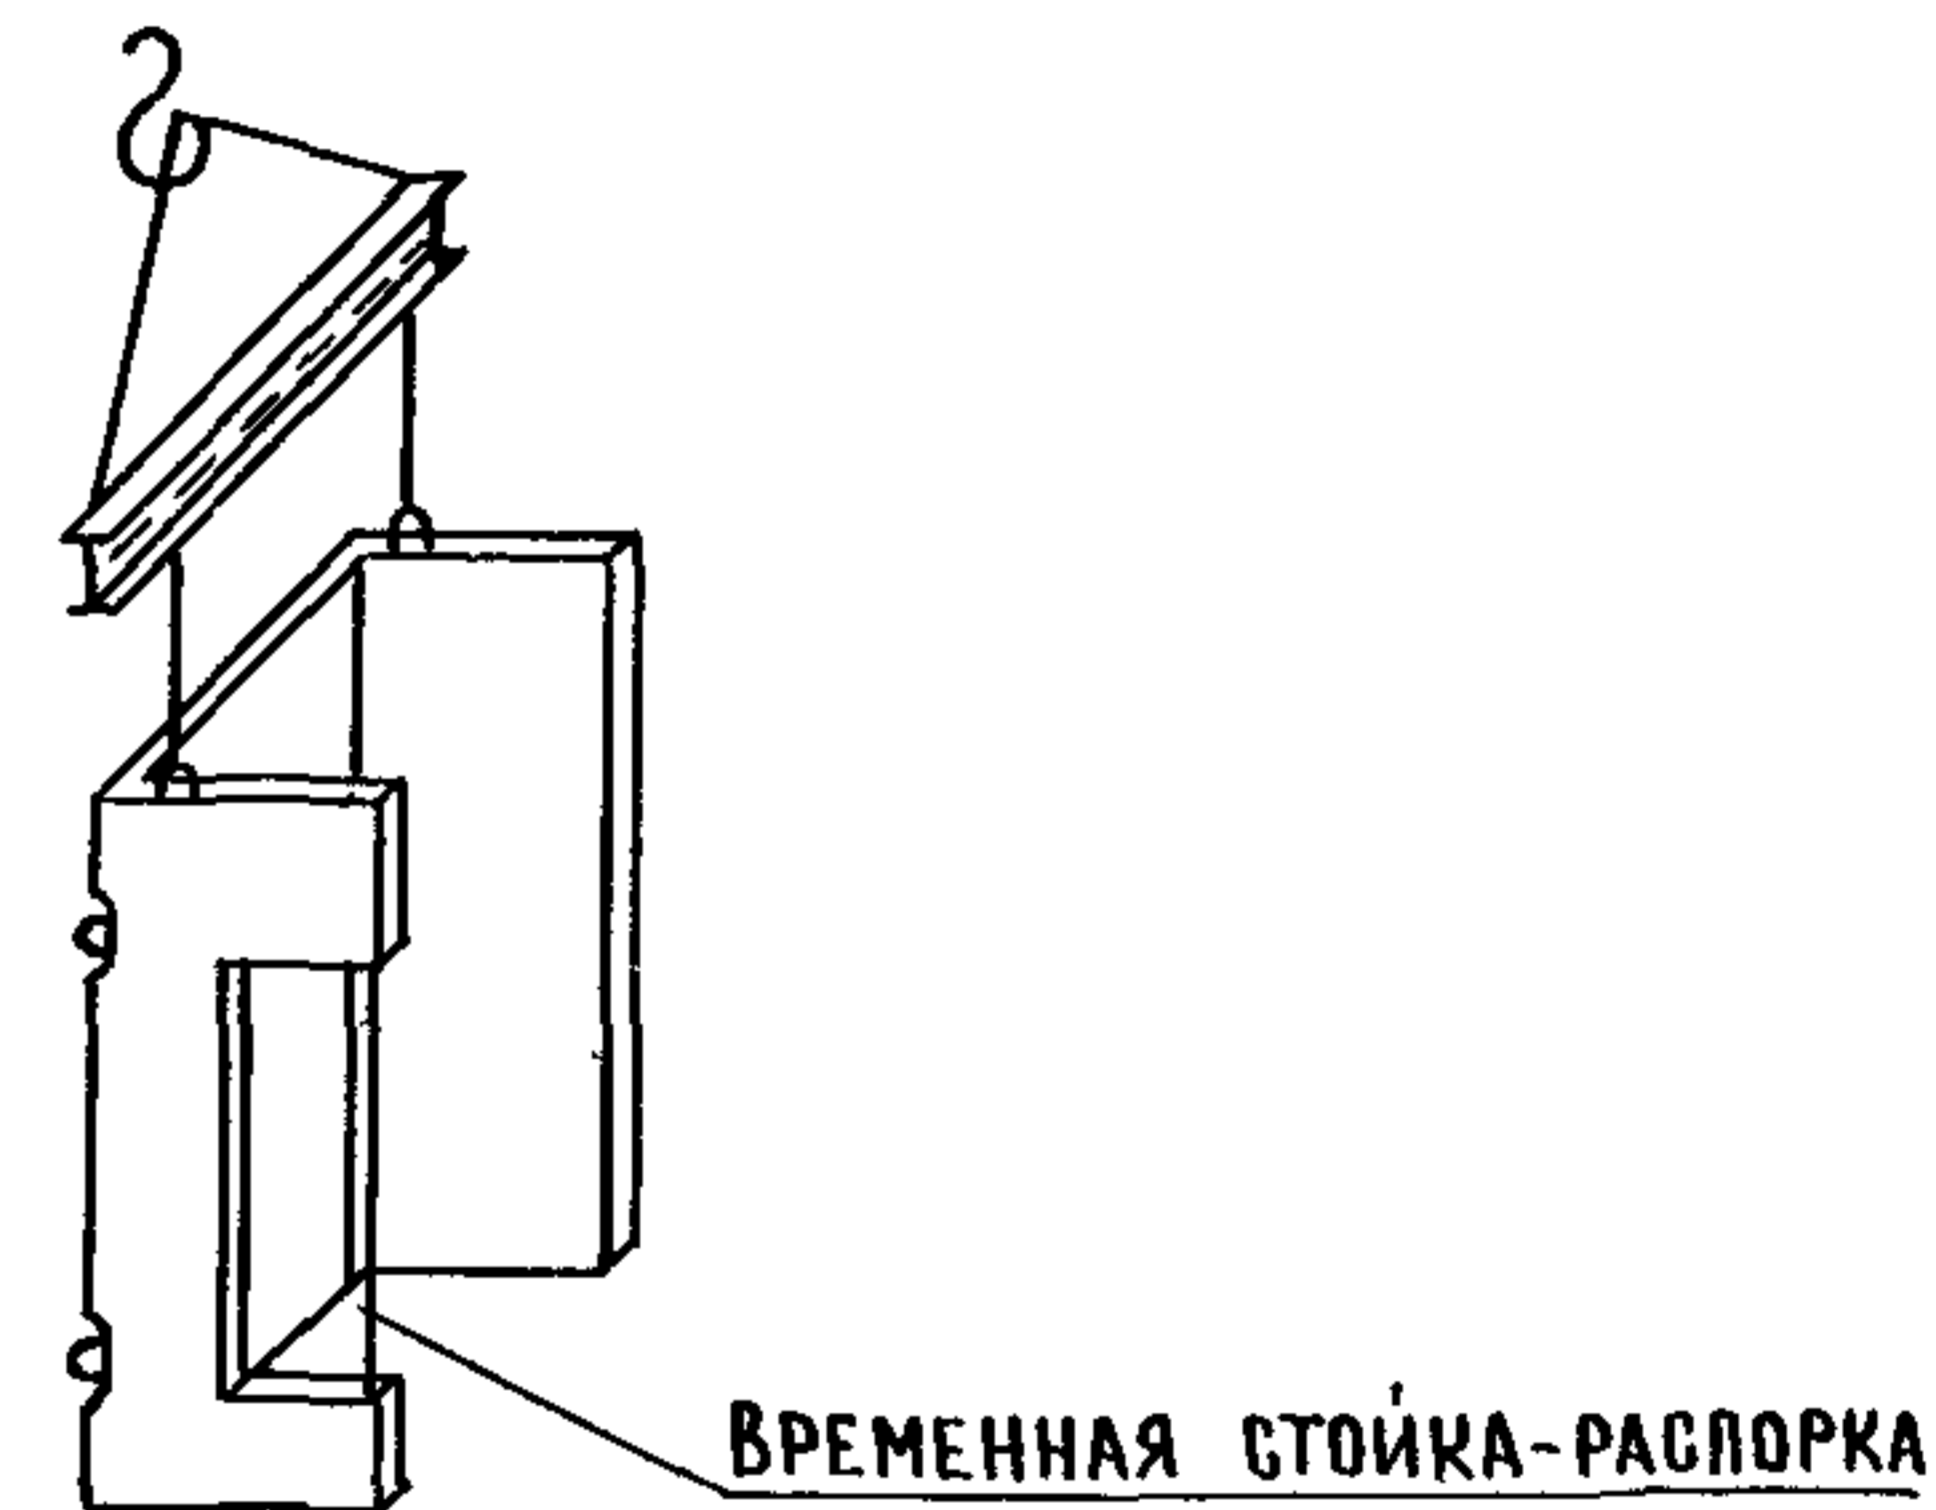

Рис. 6
6.2. Подъем и монтаж блоков производится за 2 петли (рис. 6) специальной траверсой, исключающей сгиб петель.
При монтаже блоков с проемом необходимо обратить внимание на их плавную установку во избежание хрупкого разрушения нижней перемычки. В блоках, нижние перемычки которых имеют большой вылет рекомендуется перед монтажом устанавливать временные стойки - распорки (рис. 6).